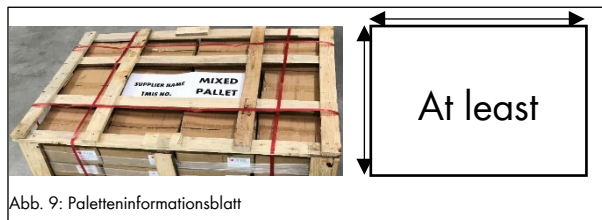

Abb. 9: Paletteninformationsblatt
- Lieferantennamen und Palettenkennzeichnung an der Palette kenntlich machen (Abb. 9)